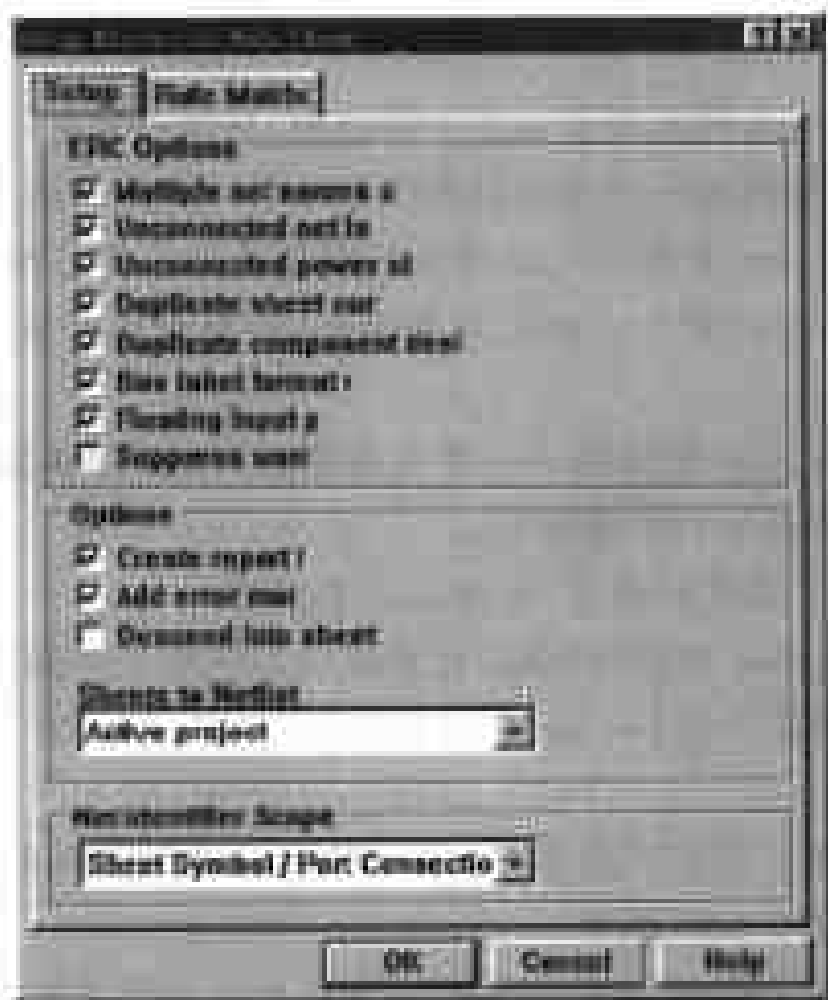

图 2-57 设置 ERC 检验的对话框
(1) 在工作窗口中打开要进行检验的原理图,选择 Tools > ERC,弹出如图 2-57 所示的对话框。